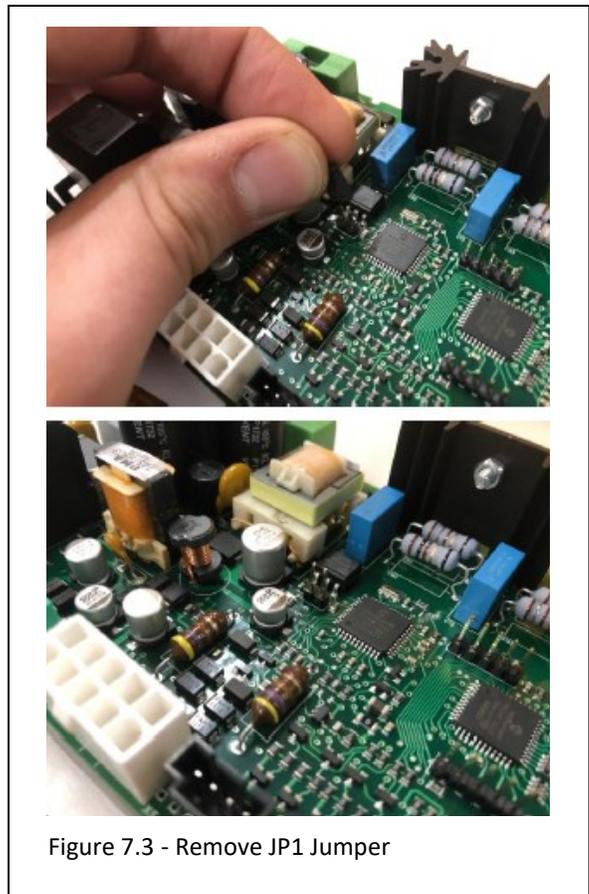

Figure 7.3 - Remove JP1 Jumper
3. Tirez le cavalier en plastique vers le haut pour exposer les deux broches individuelles en dessous. Cela change la fonction du module de commande d'un système à tirage naturel à un système d'évacuation forcée. Voir Figure 7.3.